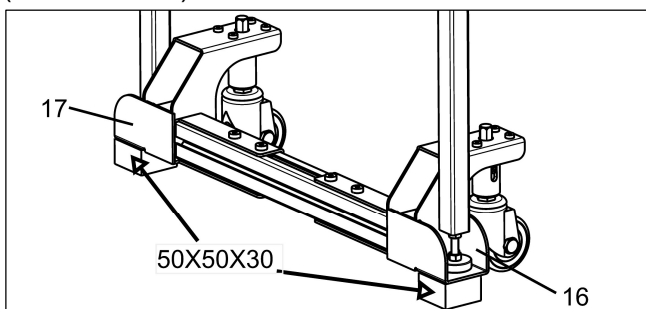

Abb. 21
b. Setzen Sie die Beine des Verlängerungstisches in die linke Beinstützenhalterung "16" und die rechte Beinstützenhalterung "17" ein und legen Sie einen 50mm x 50mm x 30mm Holzklotz unter jedes Bein. (siehe **Abb. 21**)